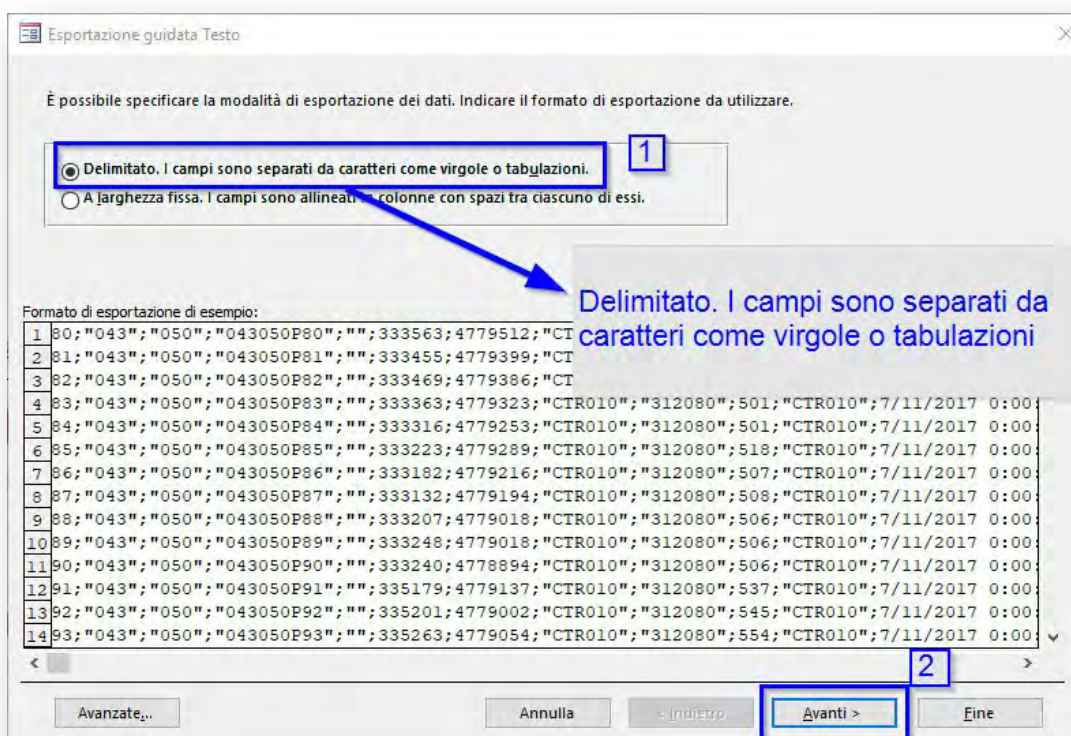

Figura 10 – Esportazione guidata Testo
- a. nel primo step, spuntare la voce **“Delimitato”** e premere il pulsante **“Avanti”** (Figura 10);